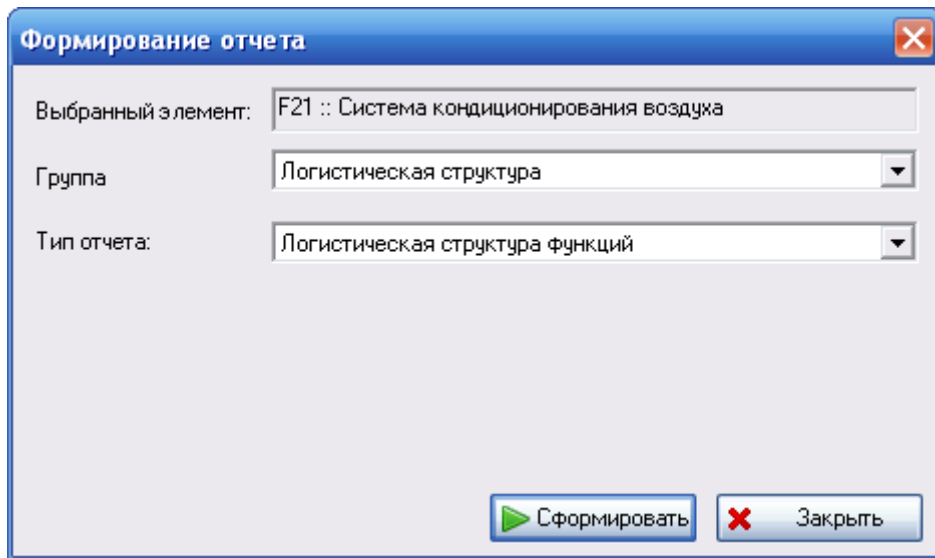

Рис. 4-51
3. В появившемся окне **Формирование отчета** задайте параметры (рис. 4-51):